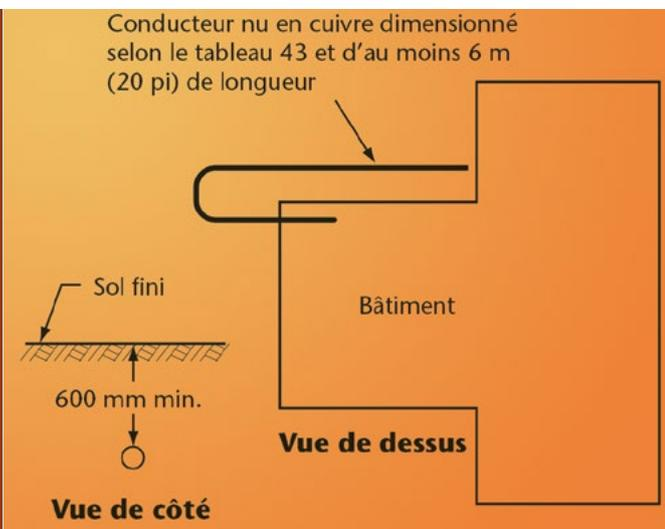

Figure 4 Prise de terre pour assemblage à pied d'œuvre enfouis directement sous le sol
La prise de terre pour assemblage à pied d'œuvre enfouis directement dans le sol doit être conçue à l'aide d'un conducteur en cuivre nu d'une longueur d'au moins six (6) mètres et de grosseur indiquée au tableau 43 « Grosseur minimale des conducteurs pour prises de terre noyées dans le béton ». Le conducteur doit être en contact direct avec la terre et enfoui à une profondeur d'au moins 600 mm sous le niveau du sol fini. (figure 4)